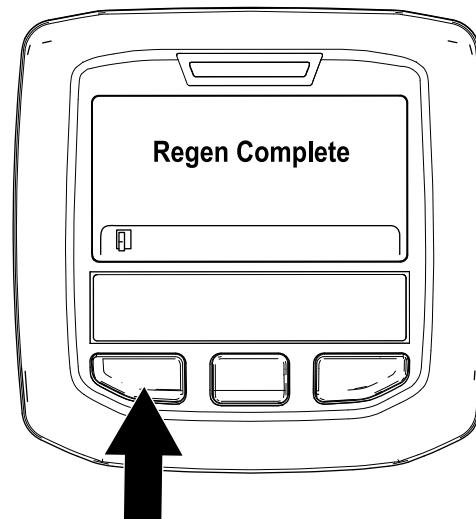

Figura 38
9. A regeneração em estacionamento está concluída quando a mensagem “Regen Complete” (Regen. completa) surge no InfoCenter. Prima o botão esquerdo para sair para o ecrã inicial (Figura 38).